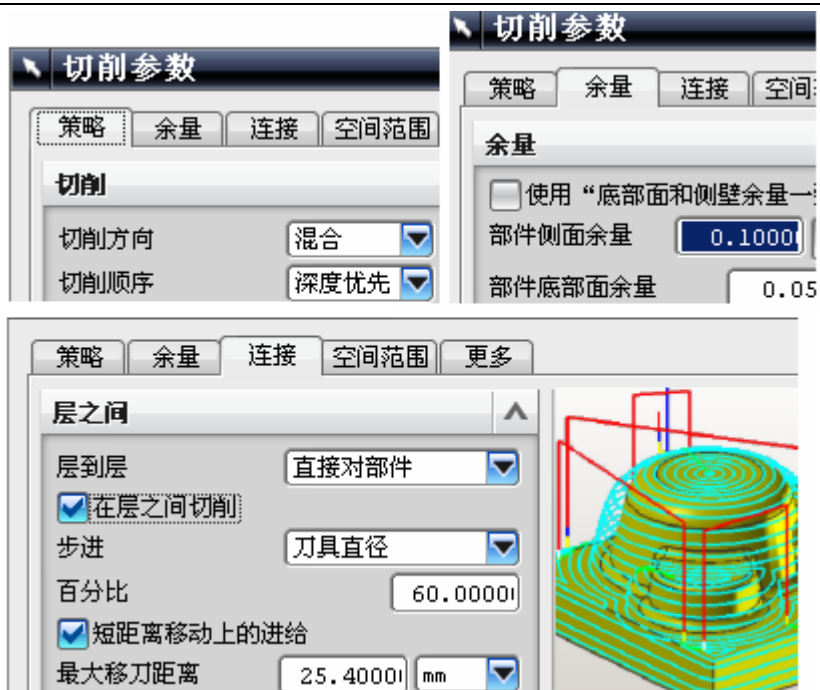

图 9-187
- 单击 ，设置如图 9-187 所示的切削参数，单击 OK。